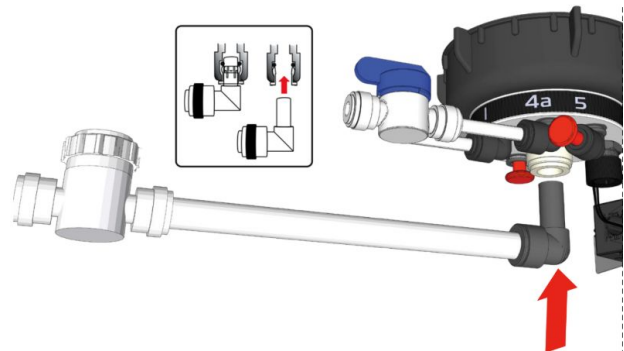

Abb. 4
2. SCHNEIDEN Sie ein sauberes, rechtwinkliges Ende an einem halbstarren Schlauch mit 15 mm Außendurchmesser ab, der lang genug ist, um den Auslass mit hohem Durchfluss des Behälters zu erreichen (Abb. 4) ODER verwenden Sie einen Speedfit X-Glattschaft WFLX51.